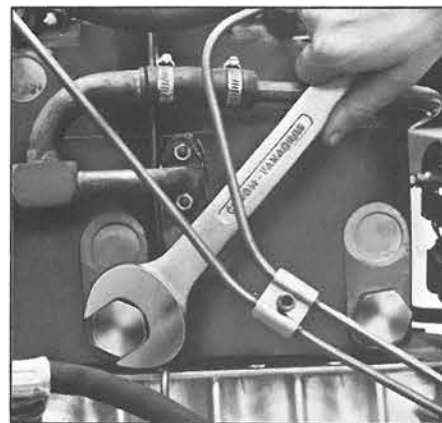
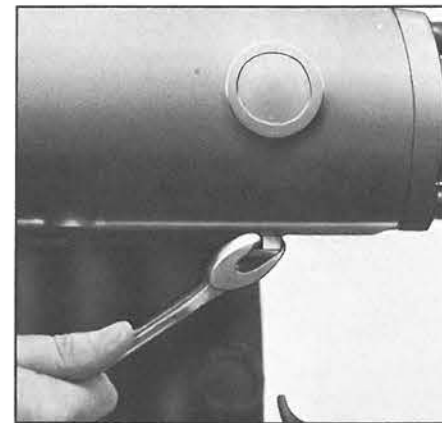

Fig. 39
Fig. 40
- circuito aperto: svitare i tappi sui cilindri (fig. 39) e il tappo sul collettore di scarico (fig. 40).
- open circuit: unscrew the plugs on the cylinders (fig.39) and the plug on the exhaust manifold (fig. 40).